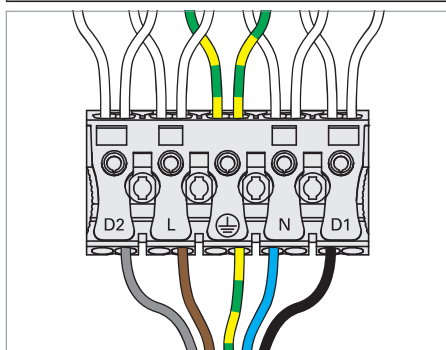

Fig. 5: Collegare l'apparecchio d'illuminazione.
- ▶ Collegare i conduttori del cavo di collegamento al morsetto del telaio dell'apparecchio d'illuminazione, vedi Fig. 5.